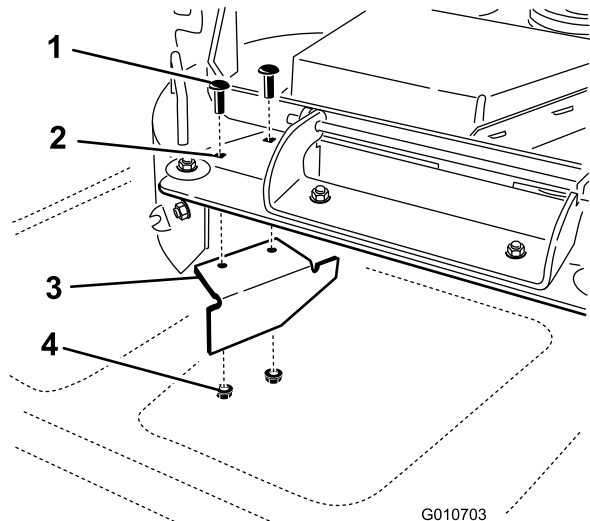

**Figura 34**
- Retire las 2 contratuercas (5/16") que sujetan las clavijas soldadas del deflector derecho a la parte superior de la carcasa del cortacésped en las posiciones centro y centro derecha (Figura 34).
13. Retire el perno de cuello cuadrado y la contratuerca que sujetan el deflector derecho a la parte superior de la carcasa de corte, y retire el deflector derecho de la carcasa de corte (Figura 34).